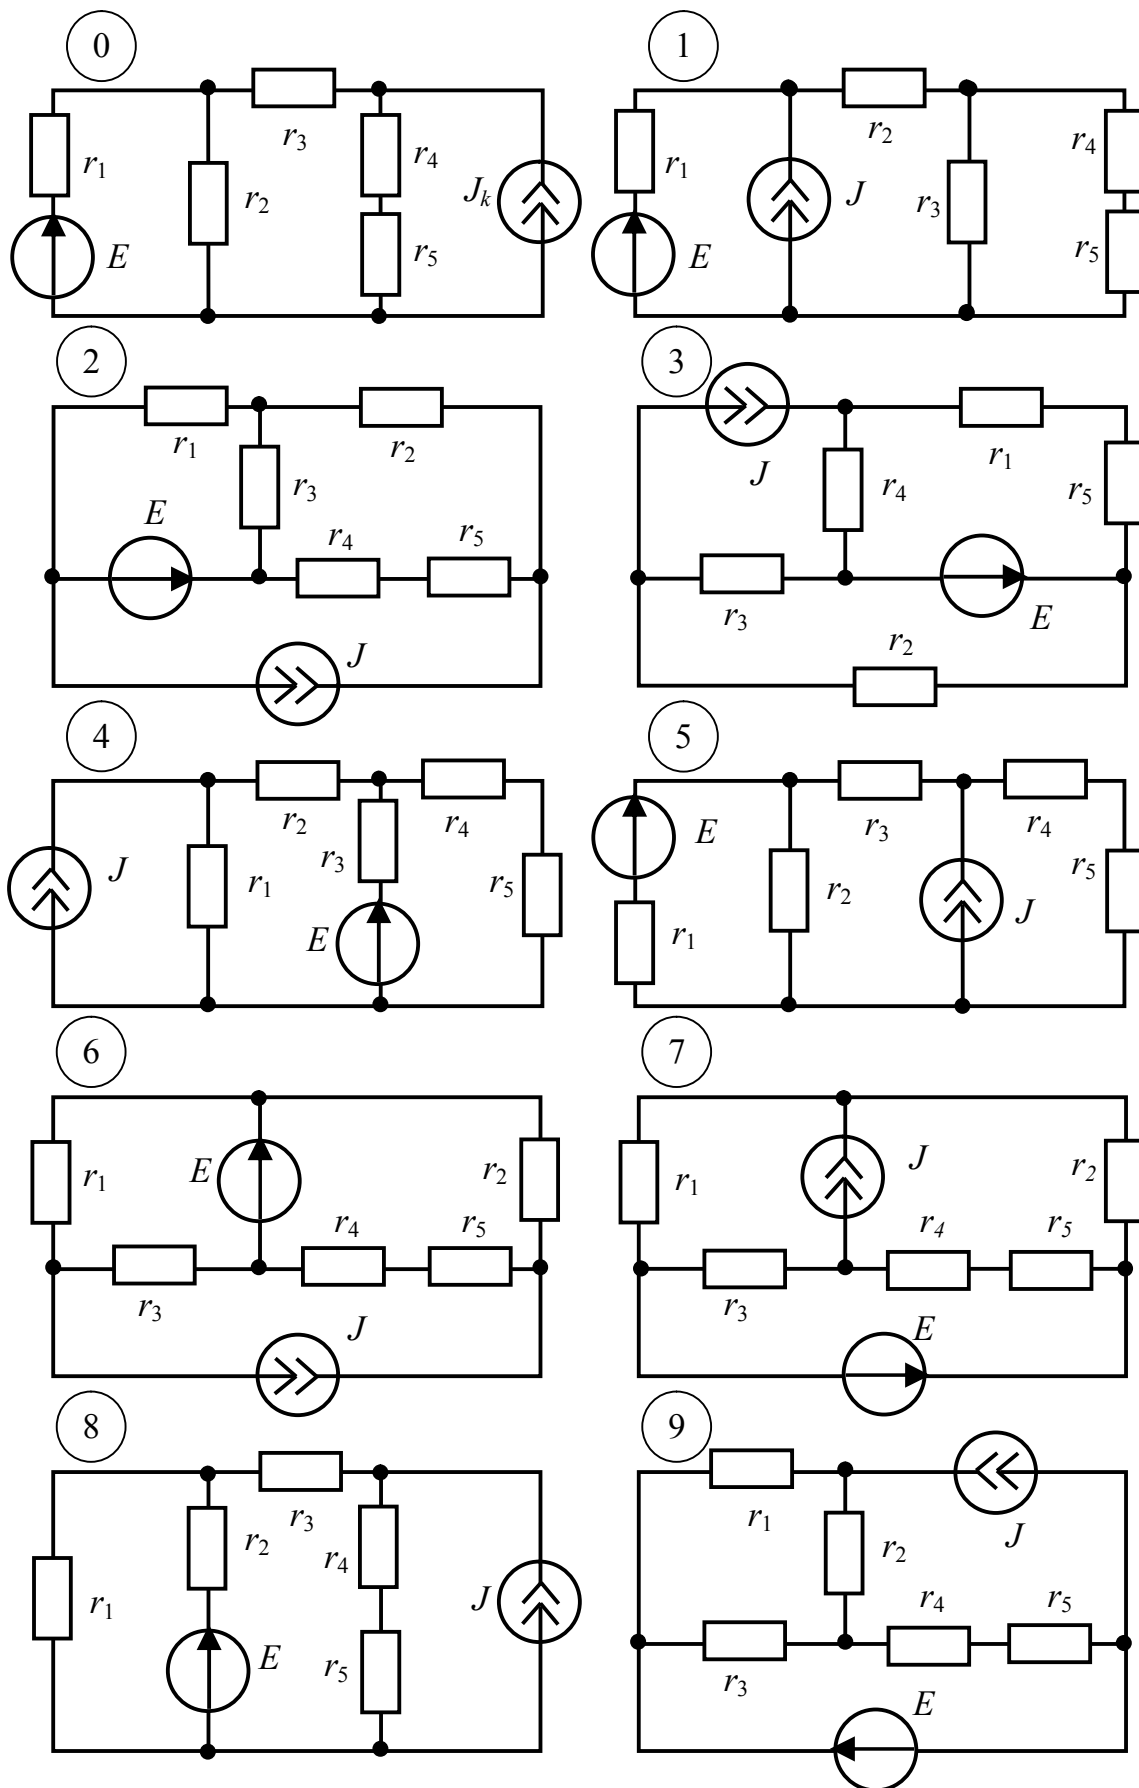

Рис. 1
**ЗАДАЧА 1.** Для схемы электрической цепи постоянного тока, представленной на рис. 1, необходимо выполнить следующее: